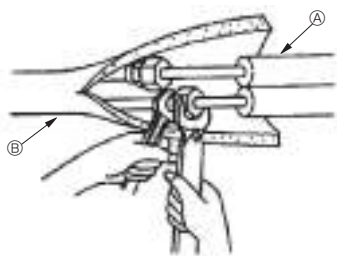

Fig. 4-4
4.4. Rörledningar för köldmedlet (Fig. 4-4)